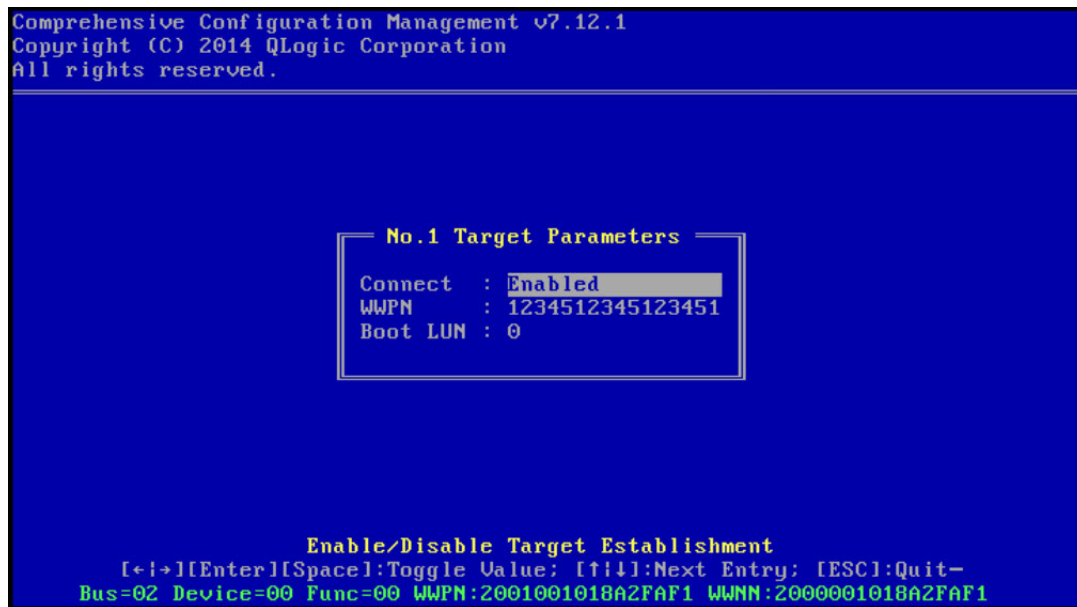

Ilustración 13-6. Parámetros de destino de CCM
6. Active la opción **Connect** (Conectar) y, a continuación, la información de destino WWPN y LUN de inicio para el destino que se usará para el inicio (*Ilustración 13-6*).